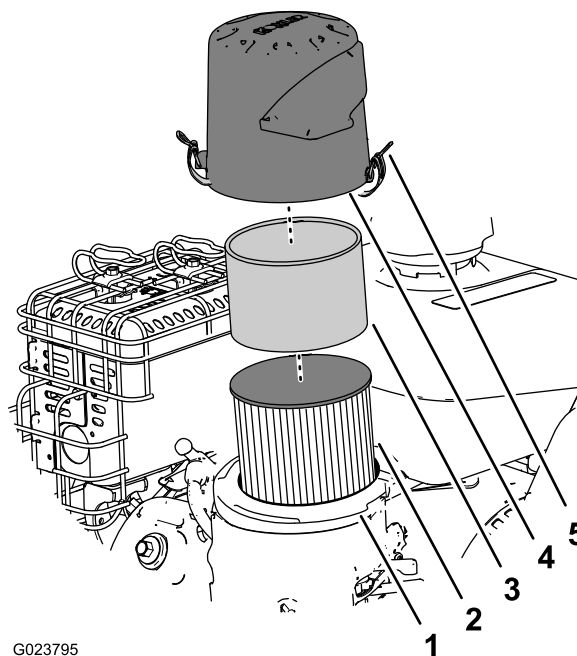

Рисунок 32
2. Снимите крышку и тщательно очистите ее (Рисунок 32).
3. Снимите фильтр предварительной очистки из пеноматериала и промойте его в воде с мягким моющим средством, затем осушите промоканием (Рисунок 32).
4. Снимите и осмотрите бумажный элемент фильтра (Рисунок 32) и удалите его в отходы, если он сильно загрязнен.
6. Установите фильтр предварительной очистки из пеноматериала на бумажный воздушный фильтр (Рисунок 32).
7. Установите воздушный фильтр в сборе на основание воздушного фильтра (Рисунок 32).